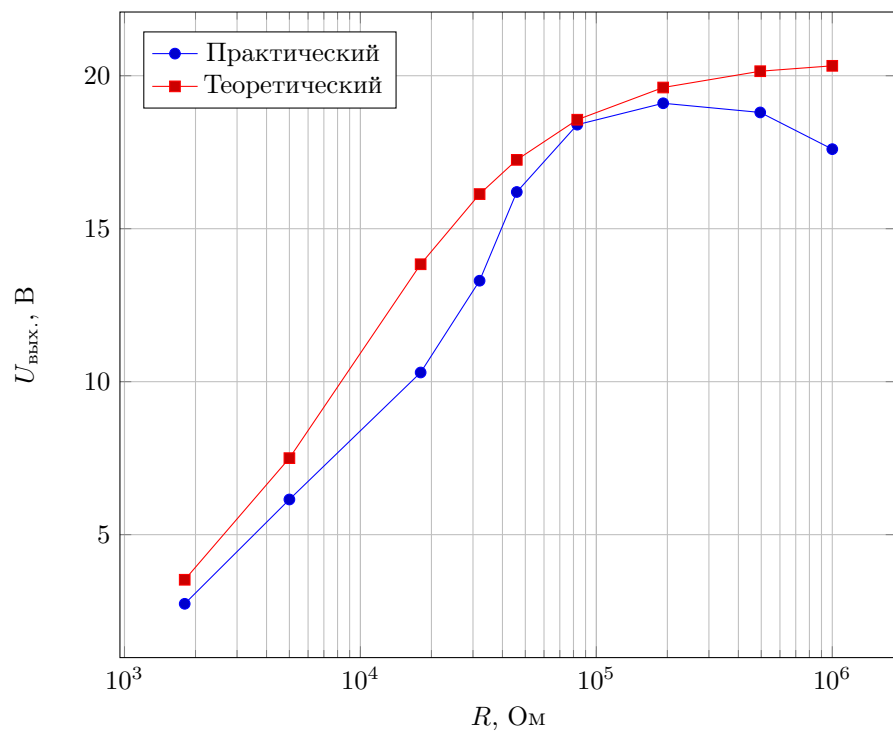

Рис. 6: Зависимость коэффициента усиления триода от сопротивления нагрузки
4. Снята зависимость коэффициента усиления от нагрузки (рис. 6)